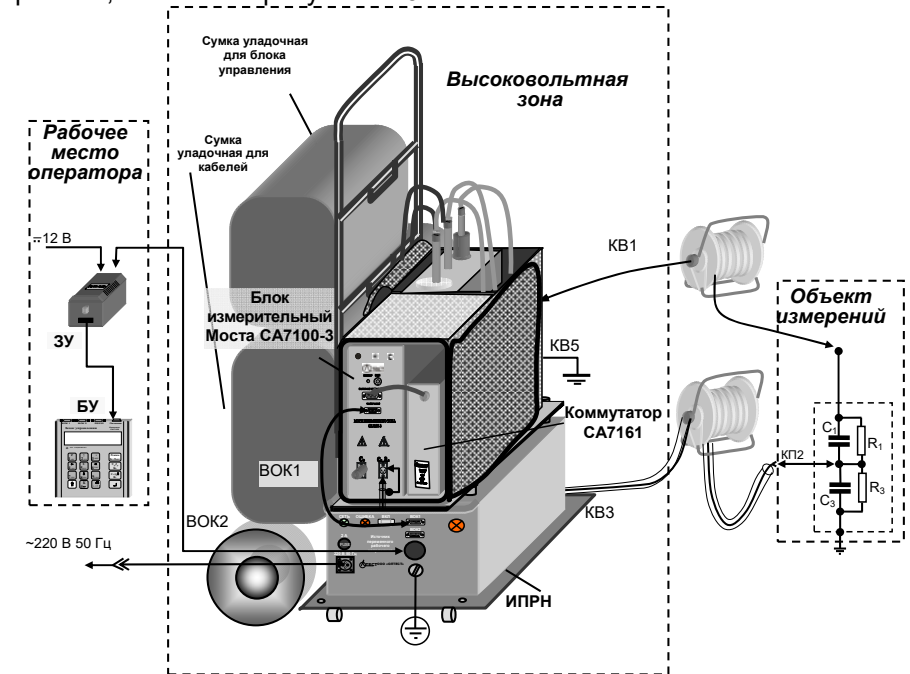

Рисунок 7.19
- 6) Подключить кабели (рисунок 7.19).